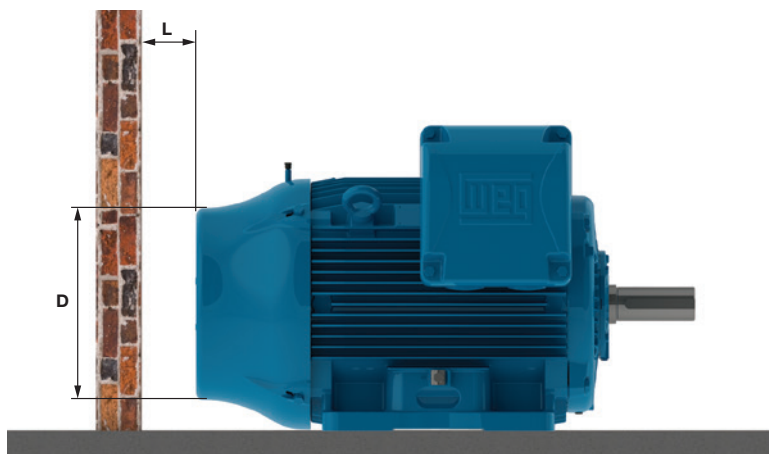

Figura 53 - Distância mínima do motor até a parede
- Que entradas e saídas de ar estejam completamente desobstruídas. O mínimo espaço livre até a parede mais próxima (L) deve ser $\frac{1}{4}$ do diâmetro da entrada de ar da defletora (D), conforme Figura 53. O ar na entrada do motor deve estar na temperatura ambiente.